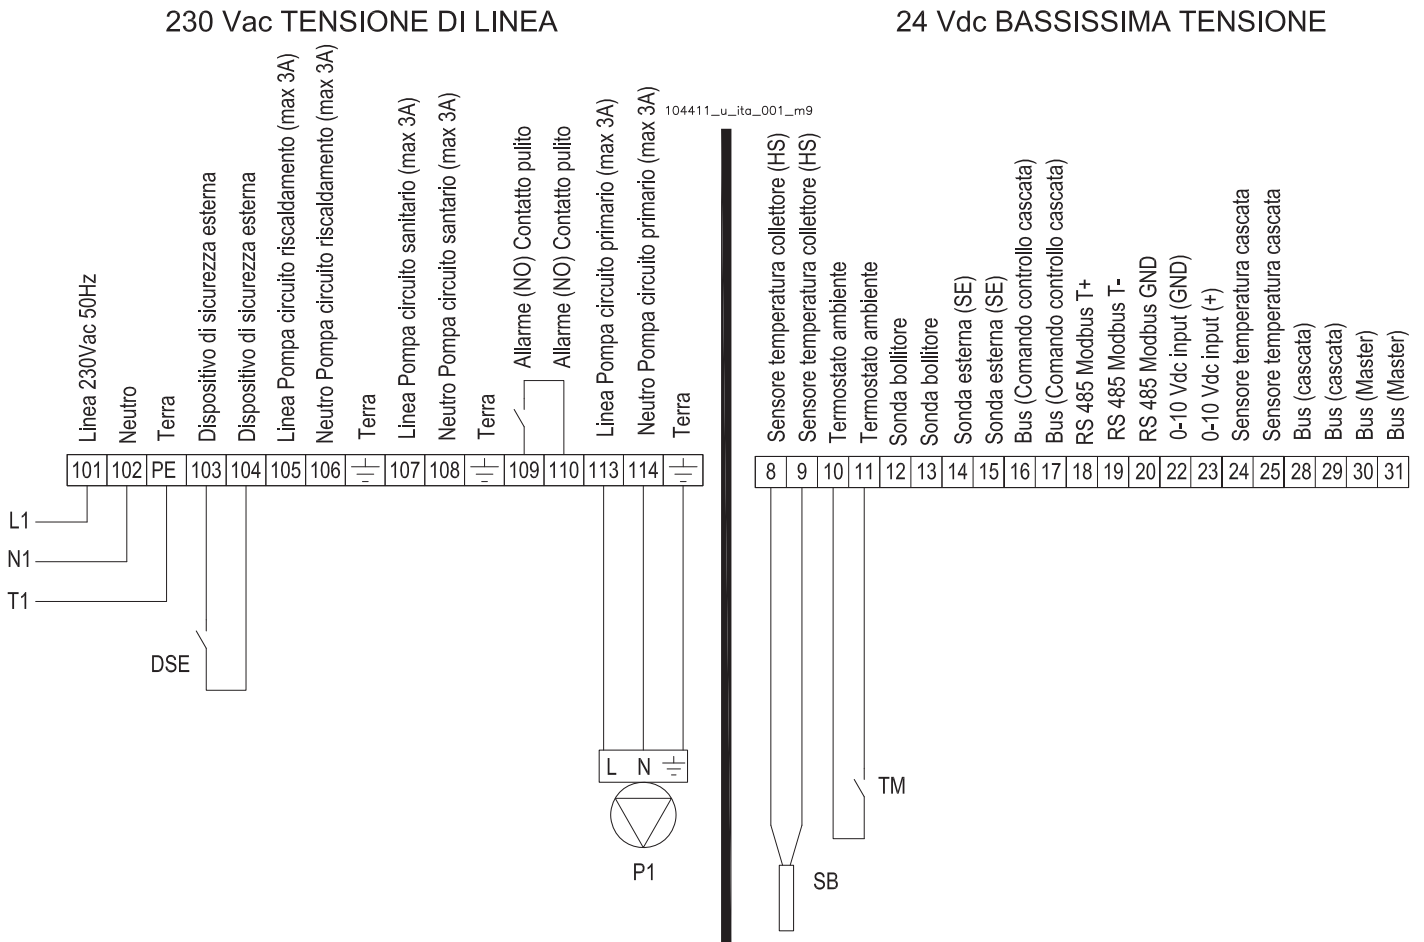

Figura 5-28 - Collegamento con bollitore (vedi Figura 5-16)
Per il collegamento elettrico occorre procedere come di seguito (fare riferimento a Figura 5-28):
- 4.-collegare elettricamente la pompa bollitore ai morsetti "113" e "114" dell'apparecchio (vedi Figura 5-28);